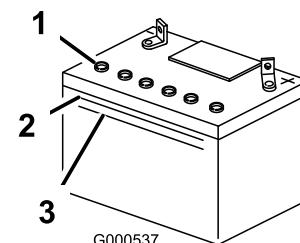

Figura 43
1. Mire hacia el lateral de la batería. El electrolito debe llegar a la línea **superior** (Figura 43). No permita que el electrolito esté por debajo de la línea inferior (Figura 43).
3. Retire los tapones de ventilación de la batería (Figura 43).
4. Vierta lentamente agua destilada en cada célula de la batería hasta que el nivel de electrolito llegue a la línea superior (Figura 43) de la caja de la batería.
5. Espere de cinco a diez minutos después de llenar las células de la batería. Añada agua destilada, si es necesario, hasta que el nivel de electrolito llegue a la línea superior (Figura 43) de la caja de la batería.